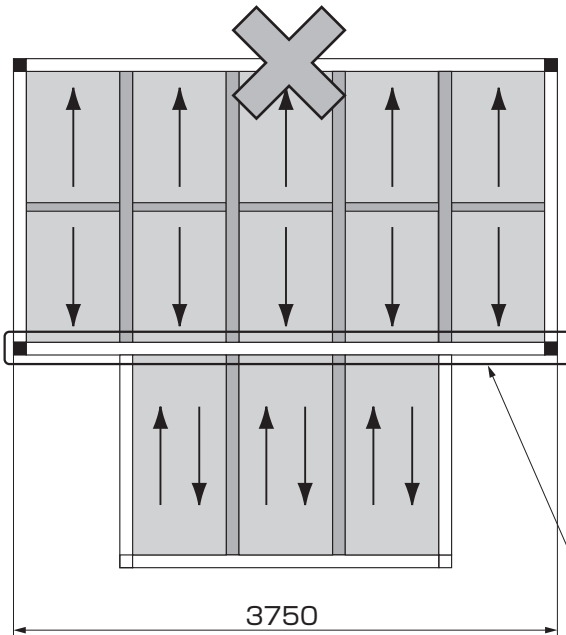

図1-15
- ルーフ本体を接続する場合は、接続したフレーム部の柱ピッチの制限が変わります。(図1-15参照)